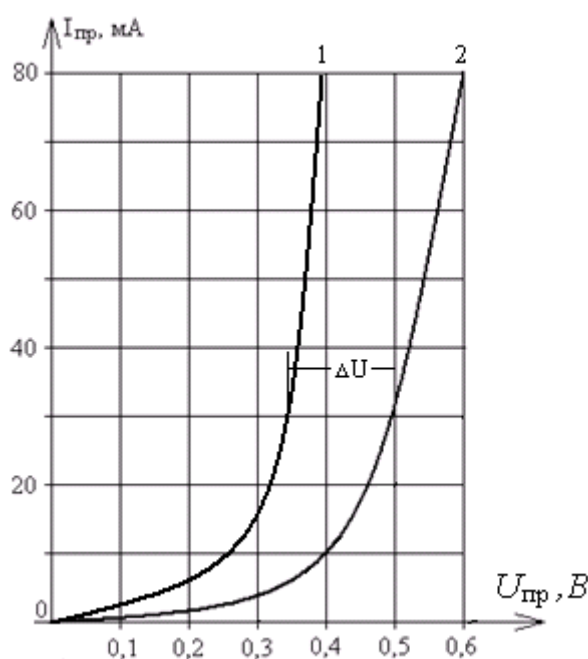

Рисунок 1.2 - Идеальная (1) и реальная (2) ветвь ВАХ диода
Задача 1.4 По идеальной (1) и реальной (2) ВАХ диода (рисунок 1.2) требуется найти дифференциальное сопротивление открытого перехода, объемное сопротивление базы диода и полное сопротивление диода переменному току при $I = (15 + 5 \cdot n)$ мА. (n – последняя цифра номера студенческого билета).
1. Начертить график ветвей ВАХ (рисунок 1.2). Провести касательную к идеальной ветви в точке, соответствующей заданному току.